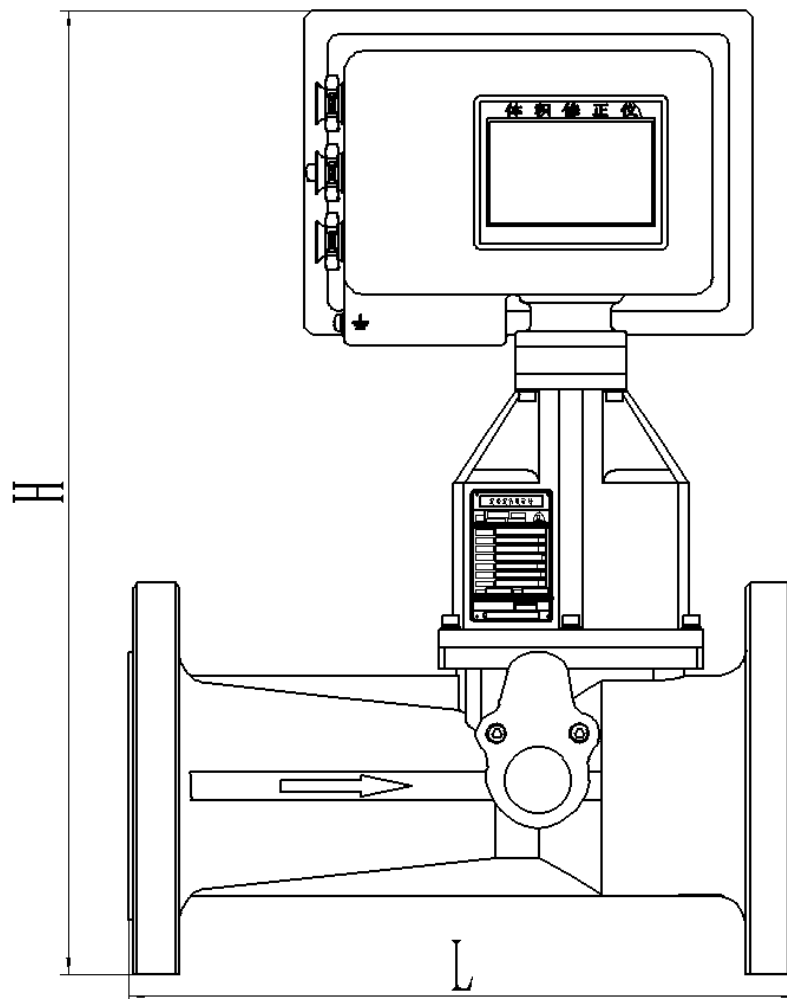

图 5 流量计外形图
6.1.1 流量计的外形如图 5 所示，外形尺寸列于表 2。